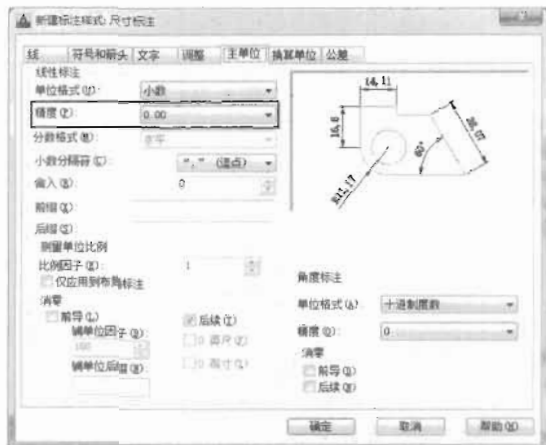

图 11-110
(6) 选择“主单位”选项卡,打开“主单位”对话框,在“主单位”对话框中设置标注单位的具体参数,如图 11-110 所示。